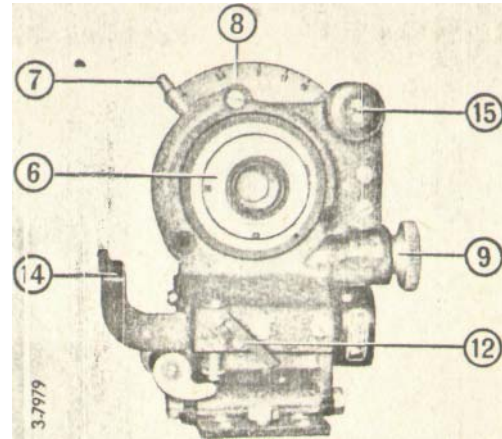

Bild 13 Einbauhalterung ohne Kamera
5.6.5 Einstellen der Blende (s. Bild 13)